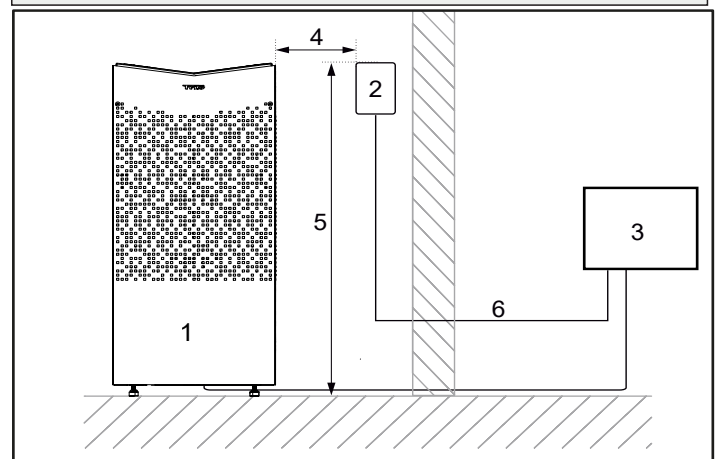
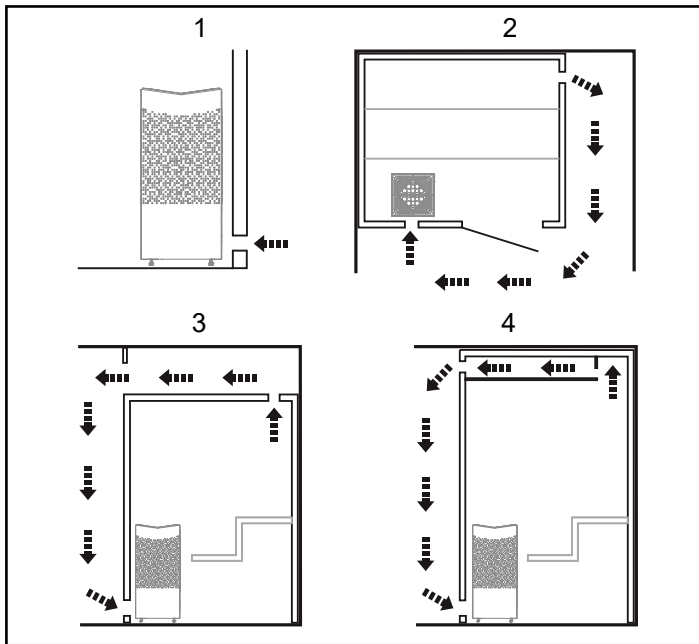

Abbildung 5: Sicherheitsabstand/Montagehöhe, Bedienpanel
Abbildung 6: Positionierung der Be- und Entlüftungsöffnungen
- Planen Sie die Positionierung des Bedienpanels (zulässige Positionen können Sie der beiliegenden Anleitung für das Bedienpanel entnehmen). Ziehen Sie auch den Abschnitt „Bedienpanel“, Abbildung 5, zu Rate.
- Positionieren Sie die Belüftungsöffnung (siehe Abschnitt „Positionieren der Belüftungsöffnung“, Abbildung 6).
- Positionieren Sie die Entlüftungsöffnung (siehe Abschnitt „Positionieren der Entlüftungsöffnung“, Abbildung 6).
Das Bedienpanel kann in einem Tylö-Saunaraum oder einem selbst gebauten Saunaraum mit korrekter Belüftung platziert werden, der gemäß der von Tylö empfohlenen Belüftung arbeitet (Prinzip der natürlichen Belüftung). Lesen Sie die Abschnitte „Positionieren der Belüftungsöffnung“ und „Positionieren der Entlüftungsöffnung“ in dieser Anleitung, Abbildung 6. Das Bedienpanel muss immer außerhalb des Saunaraums platziert werden, wenn diese Anforderungen nicht erfüllt sind. Wenn Sie das Bedienpanel in einer Saunakabine installieren, muss es unter Berücksichtigung der Sicherheitsabstände und der Installationshöhe positioniert werden (siehe Abbildung 5). Für den privaten/häuslichen Gebrauch – die Steuerung muss in Sichtweite der Saunakabine installiert werden.
- im größtmöglichen Abstand zur Belüftungsöffnung, also beispielsweise schräg gegenüber (siehe Abbildung 6).
- hoch oben an der Wand oder in der Decke (siehe Abbildung 6).